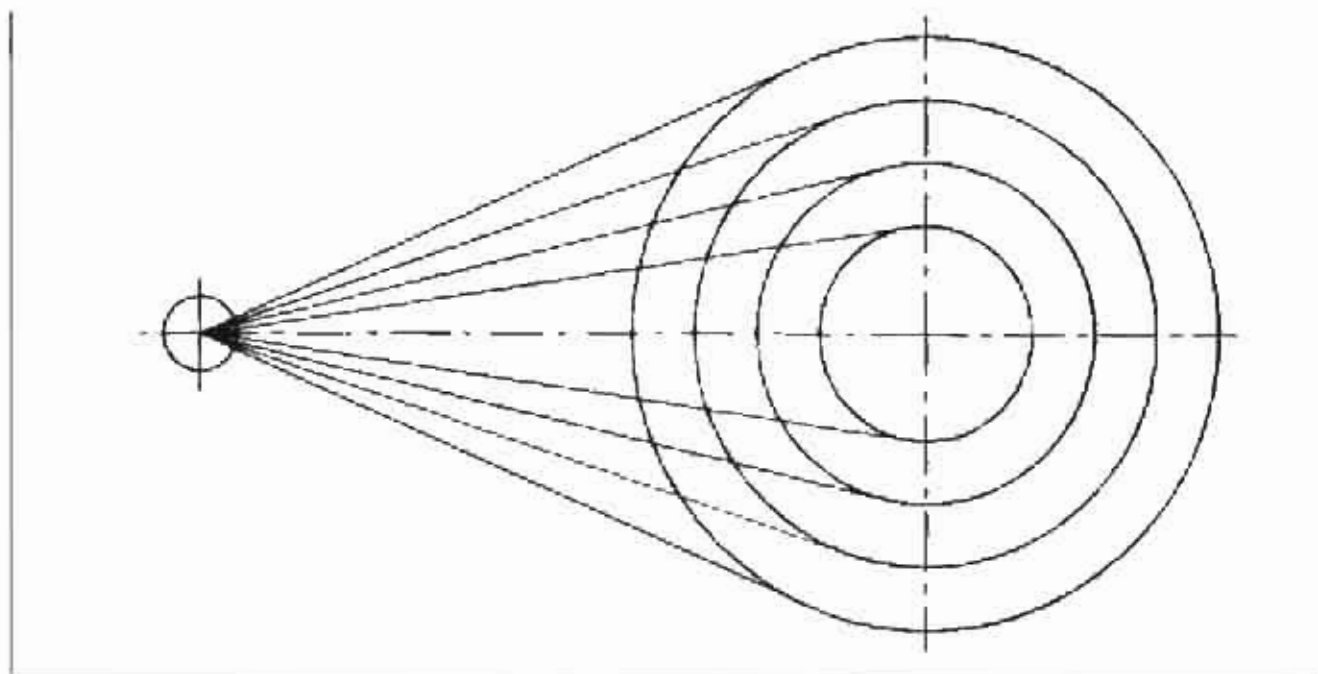

Рис. 3.5. Пример выполнения задания 3.2.5.
3.2.5. Начертить ряд окружностей в соответствии с примером (рис. 3.5). Из центра левой (малой) окружности провести касательные прямые к окружностям справа. Осевые линии начертить штрихпунктирными, цвет красный. Перечисленные свойства назначить в меню независимых атрибутов объектов. Концентрические окружности начертить при помощи команды **OFFSET** (СМЕЩЕНИЕ).